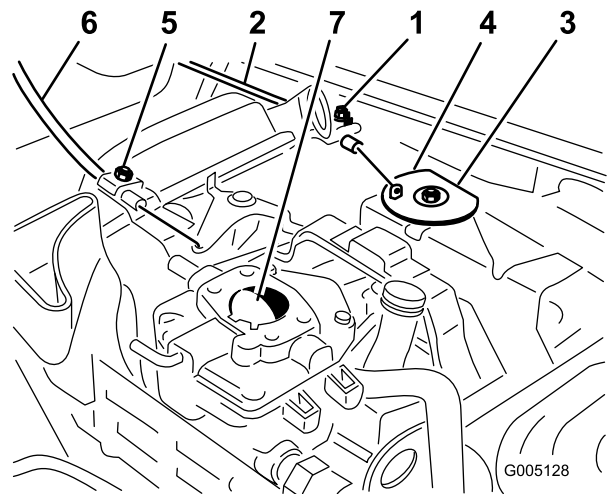

Bild 46
1. Lockern Sie die Klemmschraube des Bowdenzugs, mit der dieser am Motor befestigt ist (Bild 46).
3. Ziehen Sie fest am Bowdenzug, bis die Rückseite der Schwenkplatte den Anschlag berührt (Bild 46).
3. Ziehen Sie fest am Chokeyug, bis die Choke-Drosselklappe ganz geschlossen ist; ziehen Sie dann die Klemmschraube des Chokeyugs fest (Bild 46).